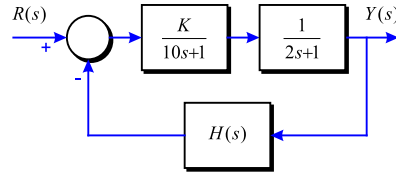

Figura 3-19
**Problema 69** Considereu el sistema donat a la Figura 3-19 on la dinàmica del sensor és pot prendre com  $H(s) = 1$ .